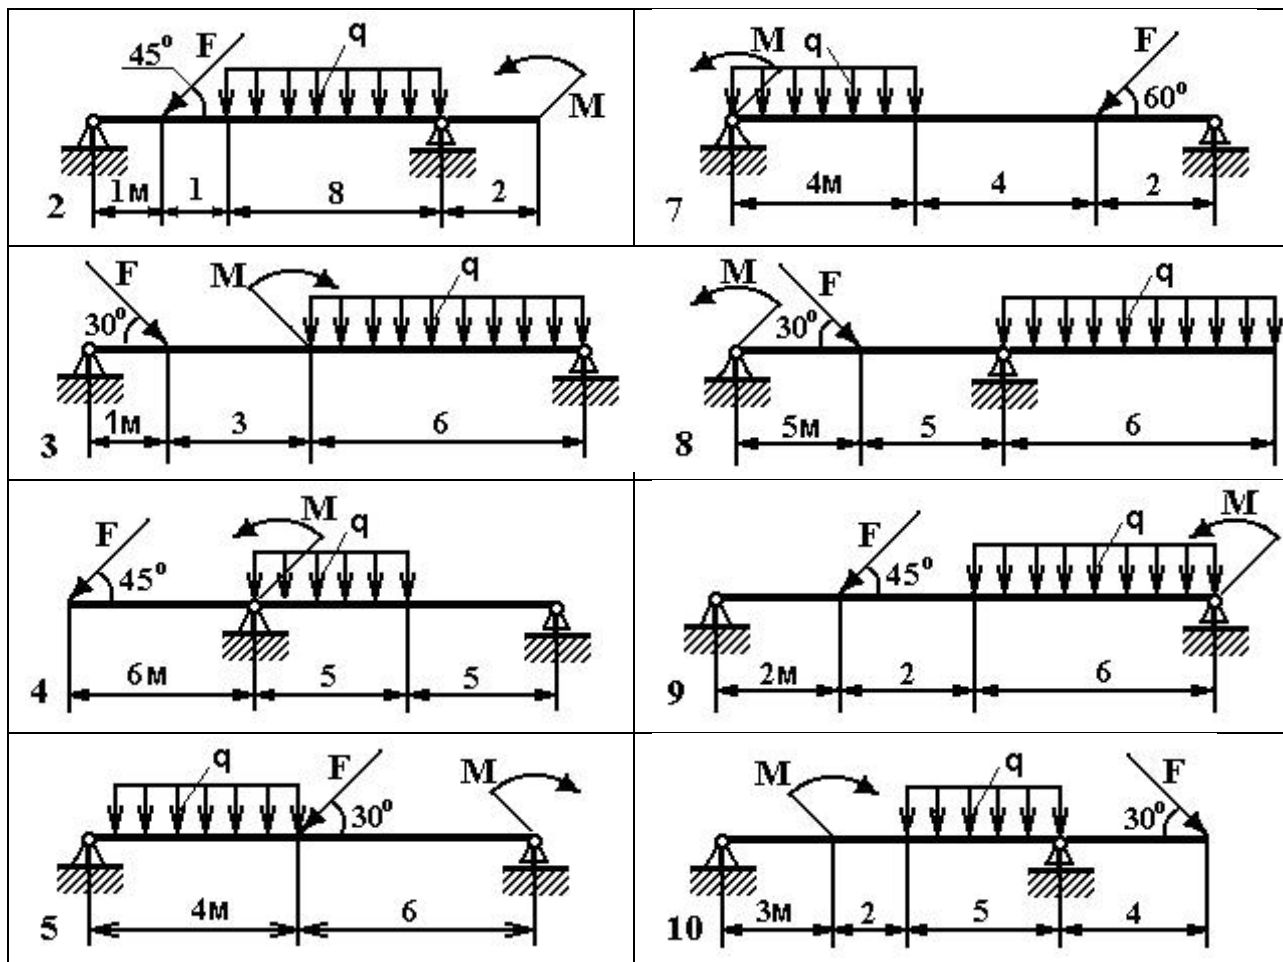

Рис. 4 - Схема задачи
*Задание:* Определить реакции опор двухопорной балки (рисунок 4). Данные своего варианта взять из таблицы: